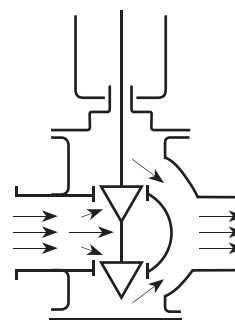

Figura 3. Válvula globo de sede dupla.
- › **Tipo de válvula e razões para a escolha:** Válvula globo de sede dupla - Esta denomina-se de globo devido à forma do seu obturador. Na válvula de sede dupla (Figura 3), o fluido atua em sentidos contrários sobre os obturadores. Por este motivo podem-se aplicar estas válvulas com pressões diferenciais do fluxo elevadas, como por exemplo em caldeiras de produção de vapor, quer para a válvula de admissão de água como para a regulação do vapor produzido.